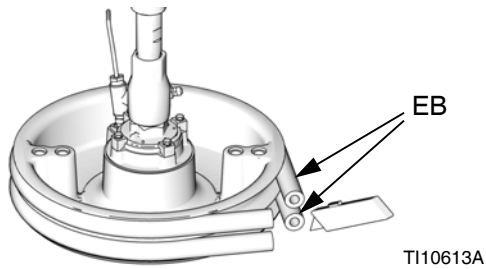

FIG. 15
1. Pour remplacer des racleurs (EB) usés ou endommagés, soulevez le cylindre pour le sortir du tambour. Retirez le tambour de son embase. Essuyez le fluide qui se trouve sur le cylindre.
2. Coupez les racleurs supérieur et inférieur à l'aide d'un couteau et retirez-les du cylindre. Consultez la FIG. 15.